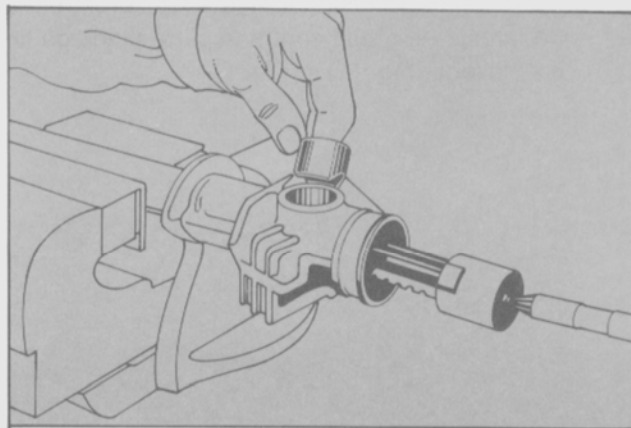

Fig. 13 - Instalación del patín de ajuste de la cremallera.
- Colocar el patín de ajuste de cremallera, el resorte, el retén resorte y la contratuerca (Fig. 13). Verificar el ajuste de cremallera según se indica en el punto 4.4.2.